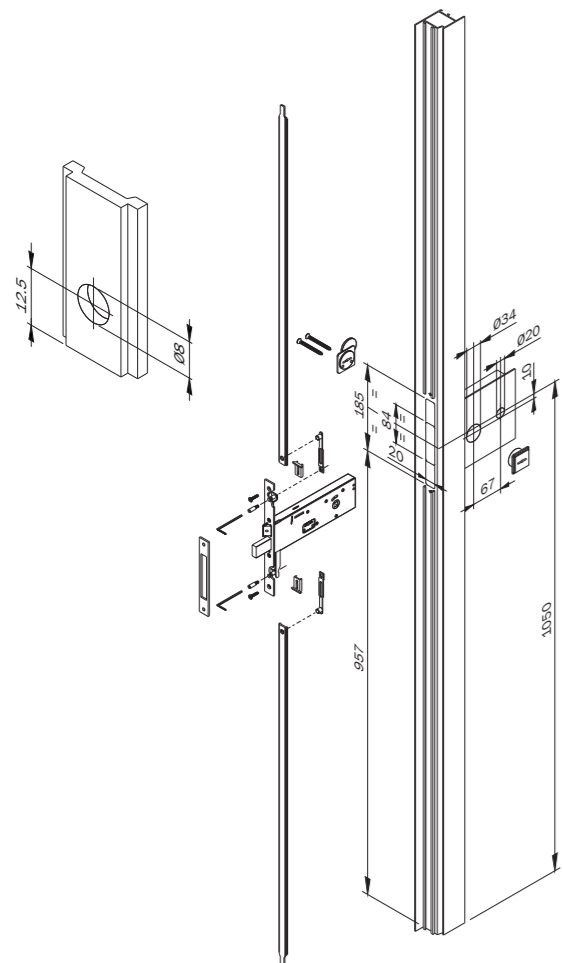

Fig. C1
- 1) Eseguire le lavorazioni per la serratura. Fig. C1/C2.
- 1) Perform the work for the lock, Fig. C1/C2.
- 1) Exécuter les travaux de préparation de la serrure Fig. C1/C2.
- 1) Efectuar las operaciones necesarias para preparar la cerradura. Fig. C1/C2.